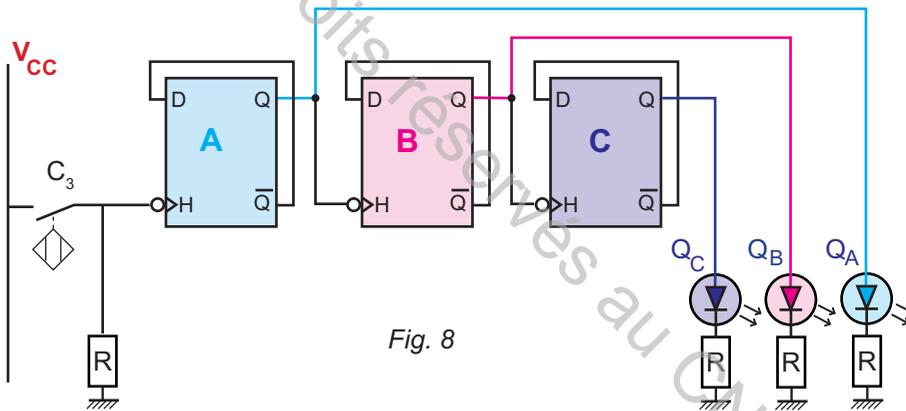

Fig. 8
On a branché le capteur I_3 au montage défini par le logigramme 2 (fig. 8). Les résultats sont donnés dans le tableau de fonctionnement de la figure 9.
- b. dans le montage n° 2 (fig. 8), le cycle 0 ; 1 ; 2 ; ... ; 7 .